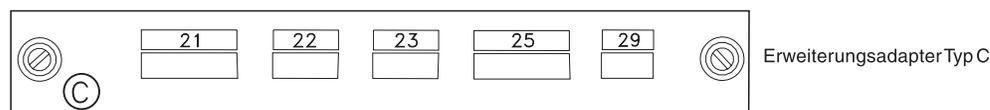

Abbildung 136. Erweiterungsadapter Typ C
1. In Abb. 136 die Buchse, über die die Einheitenkabel an Erweiterungsadapter Typ C angeschlossen werden mit einem X kennzeichnen.